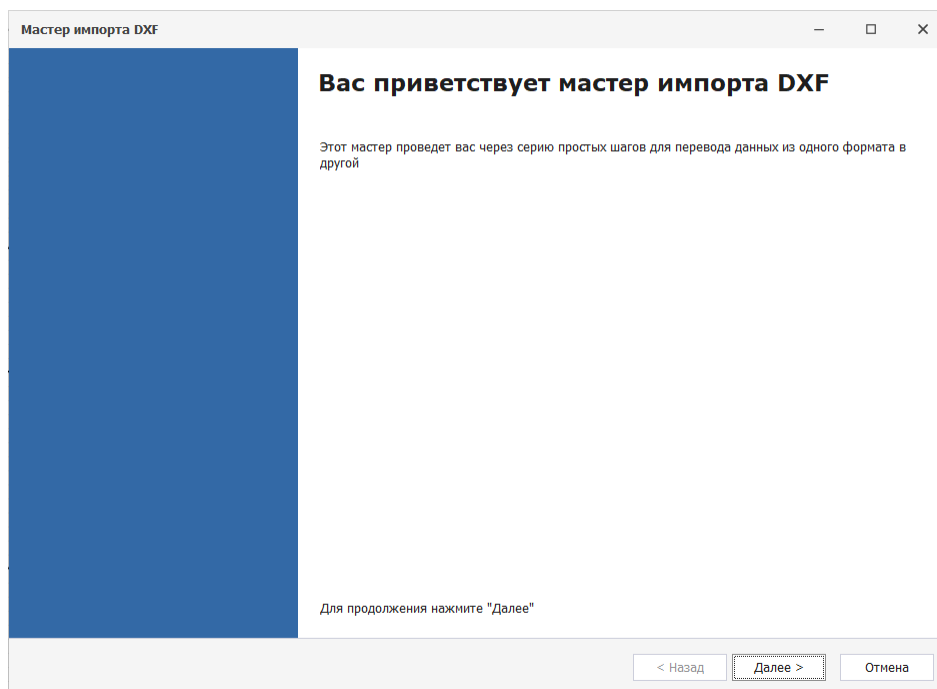

Рис. 49 Стартовое окно мастера импорта .dxf
2. Нажмите кнопку «Далее» в открывшемся стартовом окне мастера «Импорт DXF», см. Рис. 49.